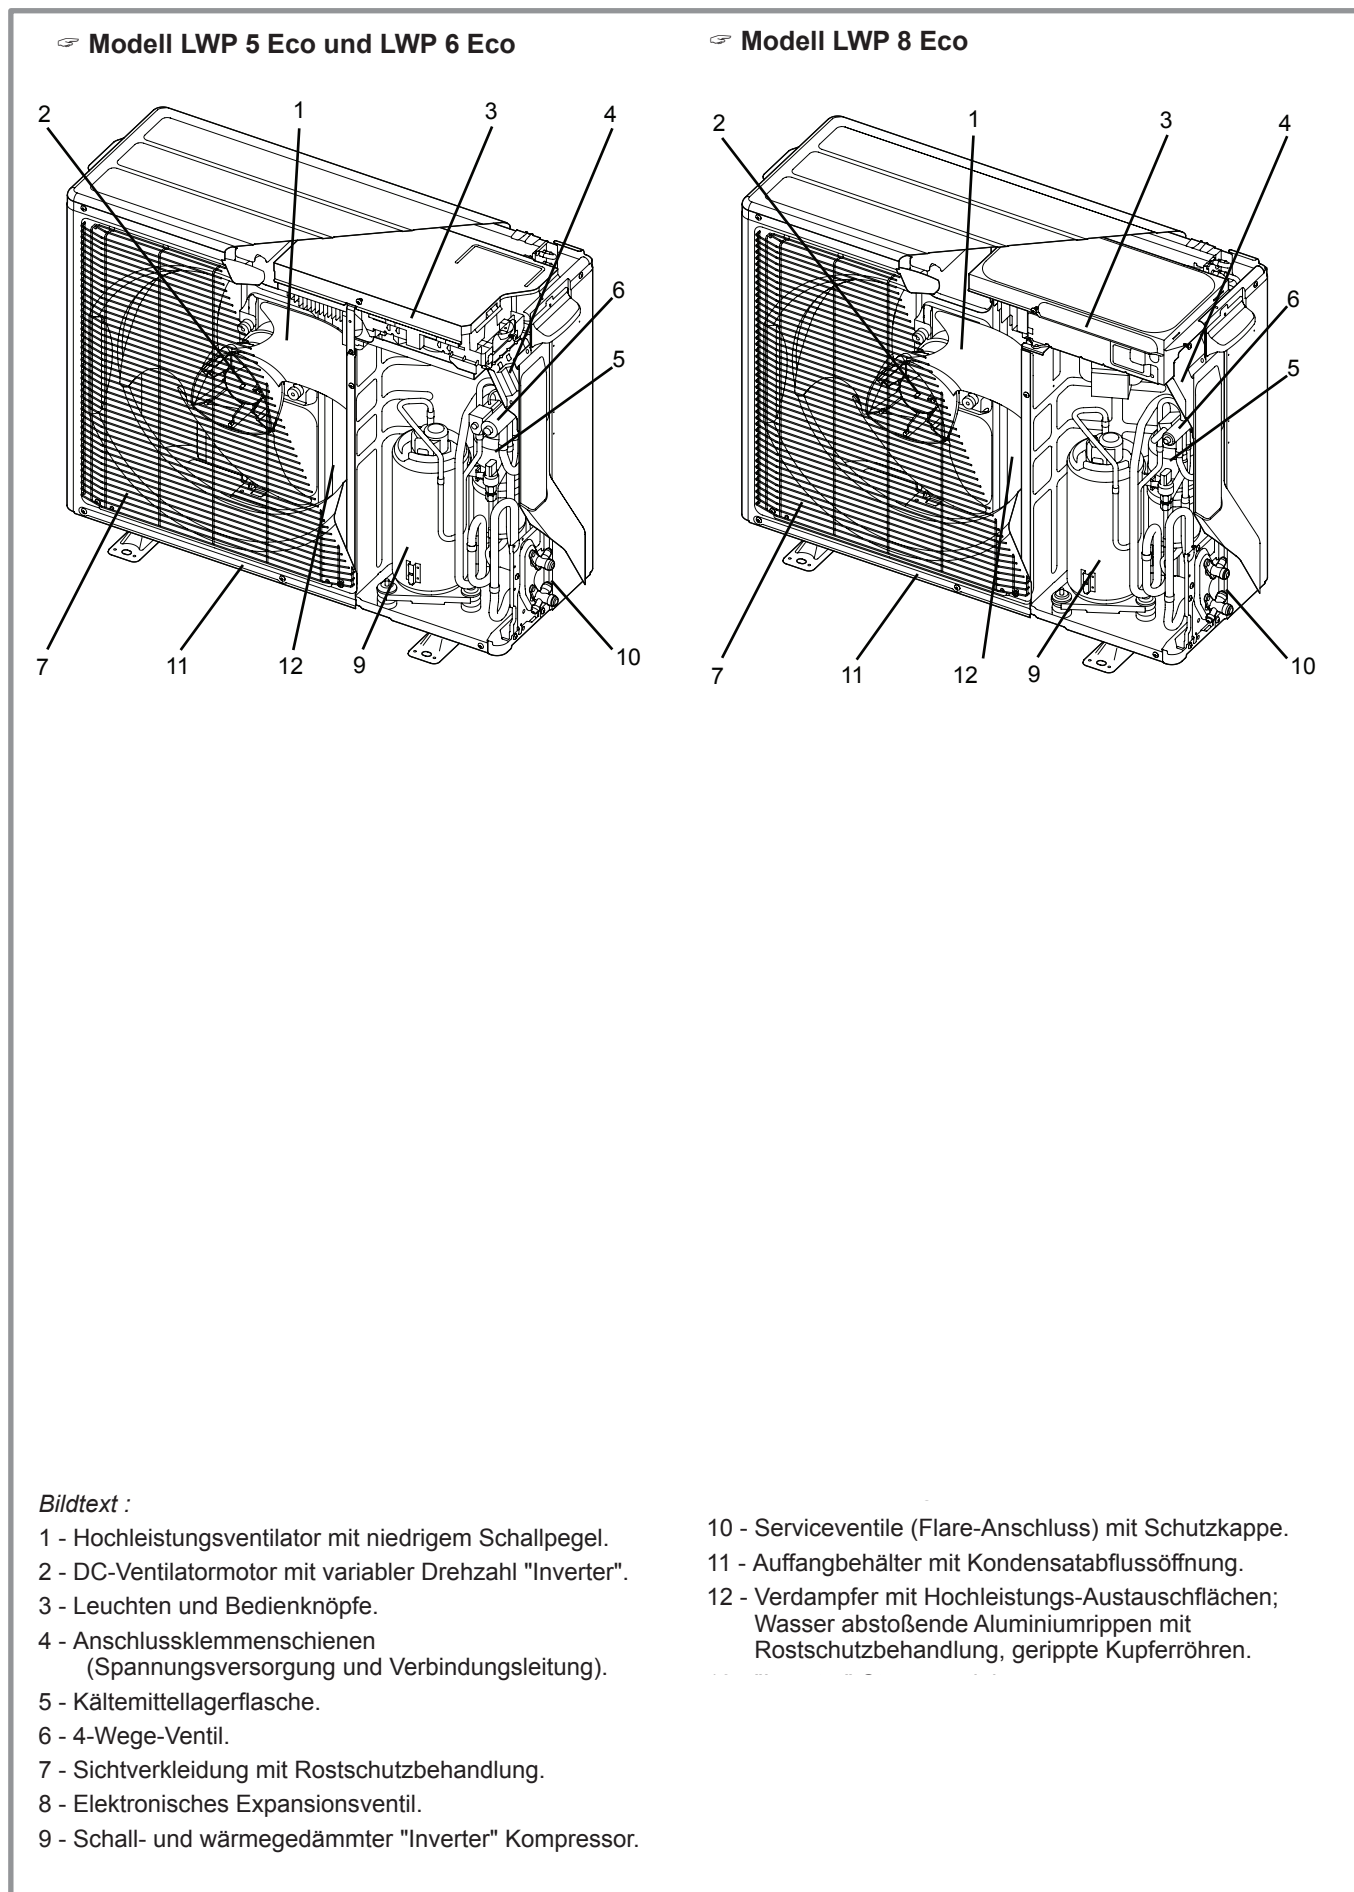

Abbildung 7 - Elemente der Außeneinheit
- Im Verdampfer (Ken. 12, Abbildung 7, Seite 10) : Hier werden die Kalorien aus der Außenluft übernommen und an das Kältemittel weiter gegeben. Da sein Siedepunkt niedrig ist, geht das Kältemittel vom flüssigen Zustand auch bei kaltem Wetter (bis zu -15 °C Außentemperatur) in Dampf über.
- Im Kompressor (Ken. 9, Abbildung 7, Seite 10) : Das verdampfte Kältemittel wird auf hohen Druck gebracht und lädt sich noch stärker mit Kalorien auf.
- Im Druckminderer (Ken. 8, Abbildung 7, Seite 10) : Das verflüssigte Kältemittel wird wieder auf Niederdruck gebracht und nimmt seine ursprüngliche Temperatur und seinen ursprünglichen Druck wieder an.